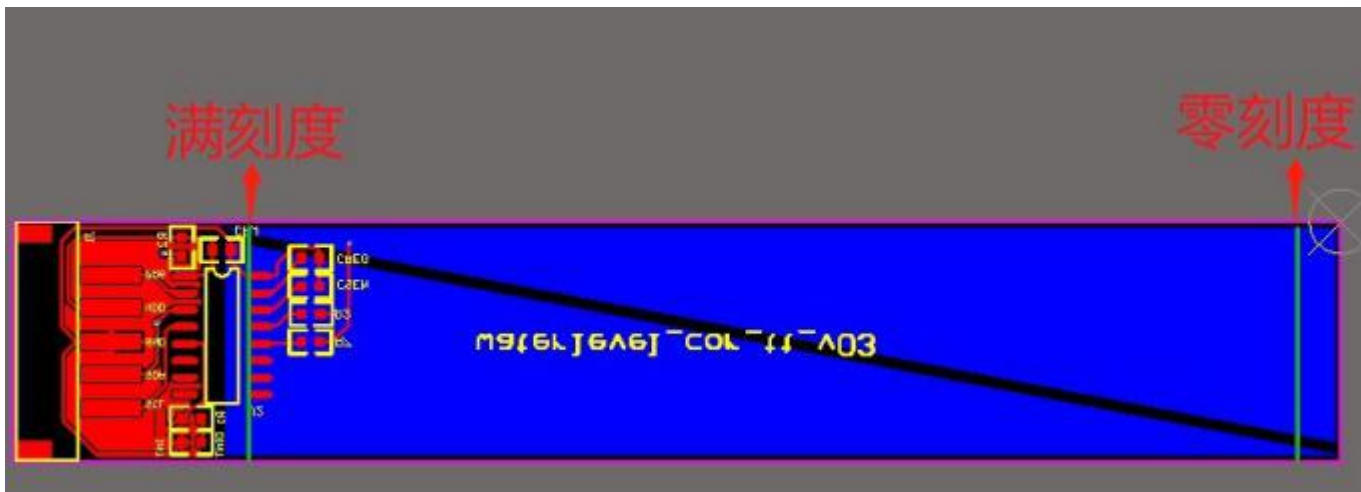

图1
三、加少量水，将液位上升至图1中的零刻度线，连续按下KEY1按键2次，此时控制板读取TH0Z阈值，并且写入ZCT-YLOC1芯片内，同时按新的阈值进行液位检测计算。按下按键之后，数码管显示数字2，如果上述操作成功数码管会闪烁3次，如果操作失败数码管会闪烁6次。
四、加水，将液位上升至图1中的满刻度线，连续按下KEY1按键3次，此时控制板读取TH0F和TH1F阈值，并且写入ZCT-YLOC1芯片内，同时按新的阈值进行液位检测计算。按下按键之后，数码管显示数字3，如果上述操作成功数码管会闪烁3次，如果操作失败数码管会闪烁6次。
- ① 注意检测板与检测容器之间要紧密贴合。弧形容器建议使用FPC或者金属箔做感应焊盘。
- ② 读取和设置数据时主机设置板尽量远离检测板。尽量保证读取和设置数据时的环境与最终测试液位连续变化时的环境相同。
- ③ 满刻度状态液位要距离检测pad上沿2mm处（即满刻度点），零刻度状态液位要距离检测板下沿3mm处（即零刻度点），在图1中已标注。（如果将零刻度的设置界限向下调，采集的数据不稳定可能导致不能正常工作）
- ④ 设置板上的数码管前两位显示的数据会随液位在零刻度~满刻度之间的增加由00变化到FF。低于零刻度的液位数据都显示00，而高于满刻度的液位数据都显示FF。